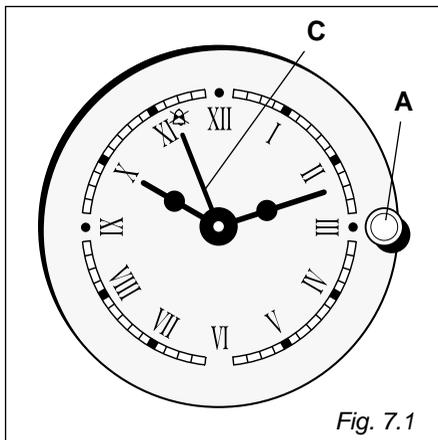

Fig. 7.1
HORLOGE (Fig. 7.1)
MINUTERIE (Fig. 7.1)
Pour insérer la minuterie, tourner le petit bouton (A) dans le sens horaire ou anti horaire (sans appuyer), jusqu'à ce que l'aiguille (C) coïncide au temps désiré (max. 55 minutes) (fig. 7.1).